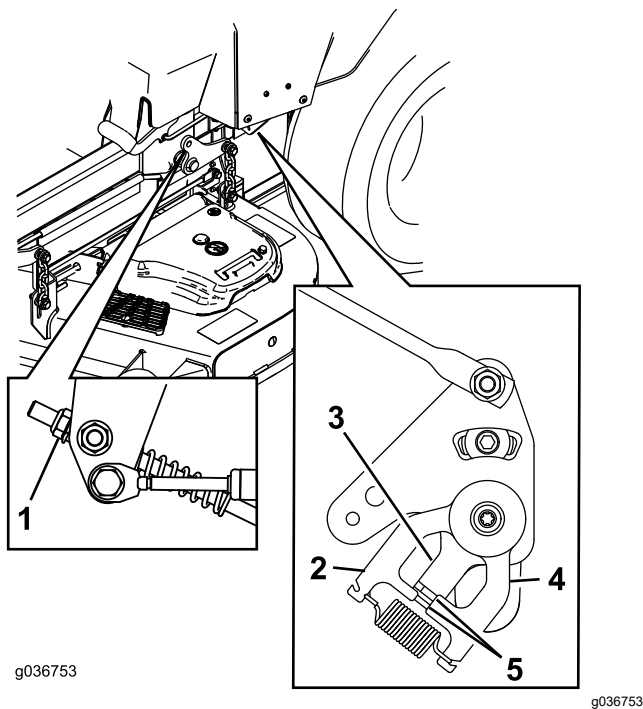

Figura 105
11. Ajuste la longitud de las varillas de control de las bombas girando la tuerca en el sentido apropiado, hasta que las ruedas se muevan ligeramente en marcha atrás (ver Figura 105).